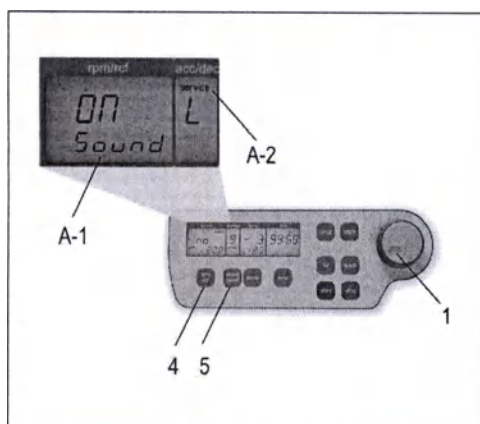

Рисунок 5
Действуйте как описано в п. 1.8.1, чтобы войти в программный режим, и затем нажмите кнопку «accel/decel» [ускорение/замедление] (5). На дисплее «accel/decel» [ускорение/замедление] (A-2) появится слово «service» [обслуживание]. Теперь выберите букву "L" с помощью верньера (1). В результате на дисплее «rpm/rcf» [об/мин / центробежное ускорение] (4) появятся слова «On sound». Если вы нажмете кнопку «rpm/rcf» [об/мин / центробежное ускорение] (4), то слово «On» замигает, и Вы сможете выключить звук, вращая верньер (1) (см. рисунок 5).